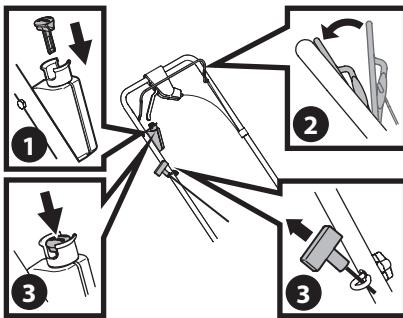

Figura 4
1. **Unidades con Arrancador Eléctrico solamente -** Inserte la llave del arrancador eléctrico de plástico en el alojamiento del arrancador ubicado en el lado derecho de la manija superior hasta que calce a presión en el lugar (Figura 4).
2. Colóquese detrás de la cortadora, tire de la manija de control de cuchilla hacia atrás contra la manija superior (Figura 4).
- **Arrancador Eléctrico (si se incluye):** Oprima el botón del arrancador eléctrico para encender el motor (Figura 4).